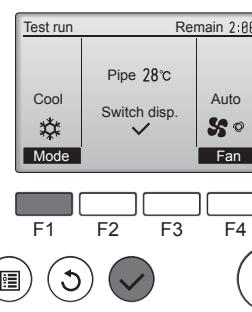

Fig. 7-3
- Prima o botão [F1] para alterar o modo de funcionamento. (Fig. 7-3)